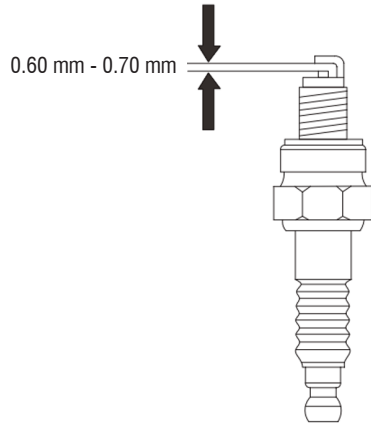

Fig. 22 – Folga da vela
8. Para um correto funcionamento, a folga da vela deve estar entre 0,60 mm e 0,70 mm (fig. 22).